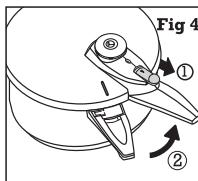

Fig 4
7. **Pulsador:** El pulsador gris se usa para cerrar y abrir la olla a presión. La olla a presión Innova tiene un mecanismo de autocierre, lo que significa que alineando el mango de la tapa con el mango de la olla y deslizando el mando de la tapa hacia la izquierda la olla a presión se cerrará por sí misma. Oirá un "click" y verá como el pulsador se ha movido hacia el centro de la tapa, indicando que la tapa está cerrada (Fig.6). Para abrir, deslice el pulsador en dirección a usted y deslice el mango de la tapa hacia la derecha (Fig. 4).
Para abrir la olla a presión, tire del cierre hacia el final del asa (Fig.4) y deslice la tapa hacia la derecha (en sentido contrario a las agujas del reloj), sujetando el asa inferior de la olla con la mano izquierda. Cuando el triángulo de la tapa y la linea de la parte superior del asa inferior estén alineados, levante la tapa.